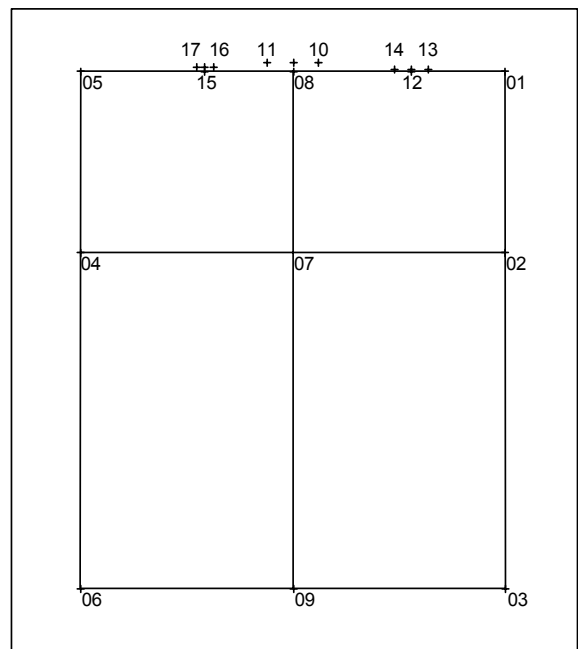

Bild 18-15
2.Teilschritt: Mehrweite berechnen & verteilen (Bild 18-15)